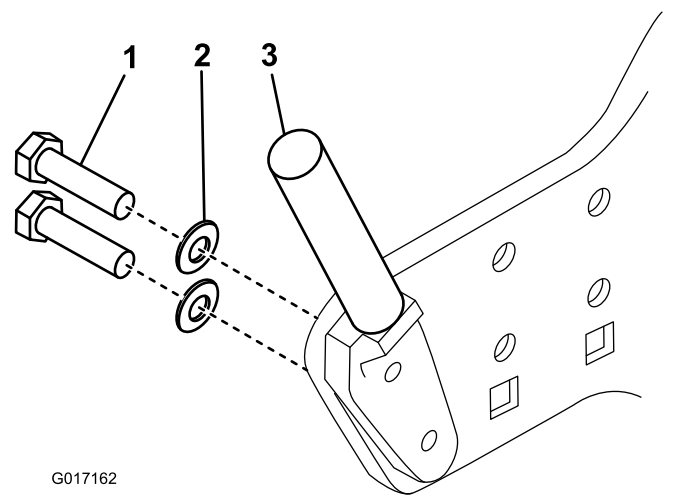

Figura 4
2. Retire los 2 pernos y las arandelas que sujetan la varilla de montaje del recogedor a la chapa lateral izquierda (Figura 4). Deseche los pernos, pero guarde las arandelas.